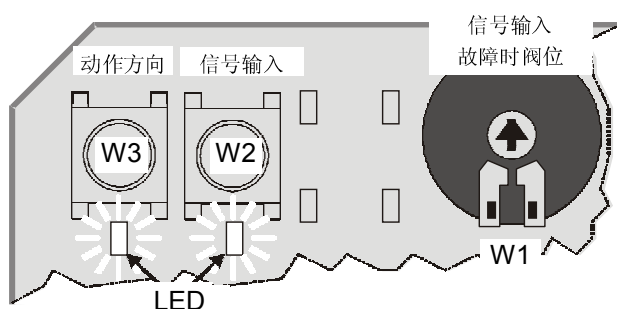

图1. 按钮和电位计
① 出厂设置。可以通过PCB上的按钮W3实现反向动作(见图1)。
同时按住W2和W3>2秒(见图1)，两个指示灯开始闪烁，此时进入自适应过程。
模拟输入信号Y可通过位于PCB右侧按钮W2进行选择(见图1)。当对应LED灯亮时,输入型号为0...10 Vdc(出厂设置);当对应LED灯暗时,输入型号为2...10 Vdc。
使用电位计W1可选择当输入信号故障时,执行器的阀门连接件位置(见图1)。出厂设置为输入信号故障时,连接件将位于全行程的中间位置(50%)。
执行器的动作方向可通过位于PCB左侧按钮W3进行选择(见图1)。当对应LED灯亮时,输入0(2) Vdc控制信号则阀门连接件位于执行器最顶端(出厂设置);当对应LED灯暗时,输入0(2) Vdc控制信号则阀门连接件位于执行器最底端。